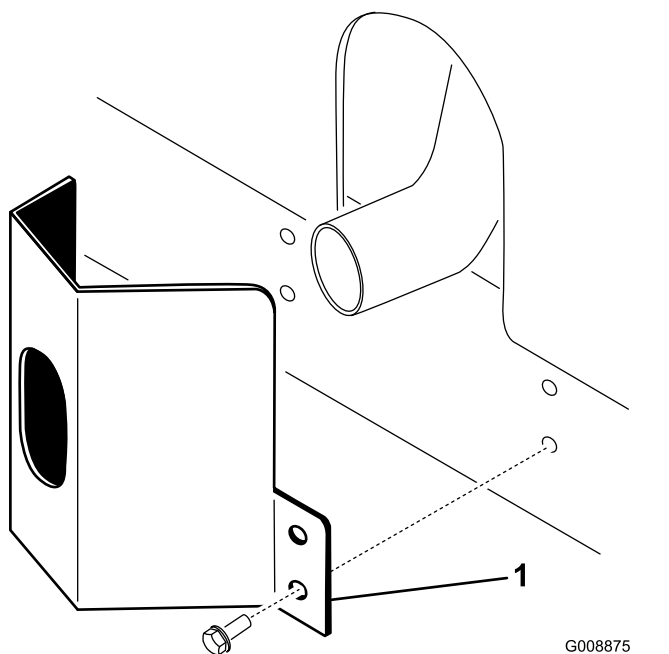

Рисунок 9
1. Расположите ограждение выхлопа на глушителе, совместив монтажные отверстия с отверстиями в раме (Рисунок 9).
2. Закрепите ограждение выхлопа на раме с помощью 4 самонарезающих винтов (Рисунок 9).